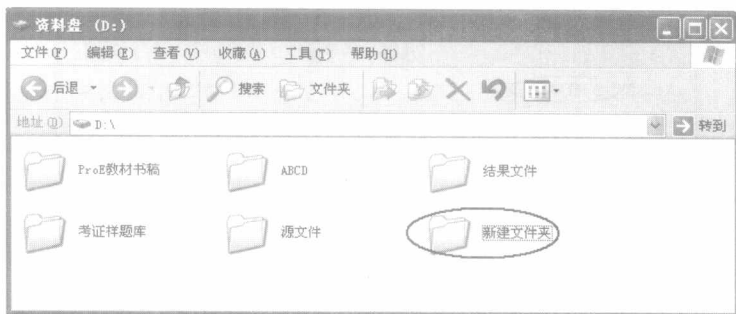

图 0-7 新建的文件夹
(4) 将光标移动到如图 0-7 所示的  新建文件夹 图标上右击,在弹出的快捷菜单中单击